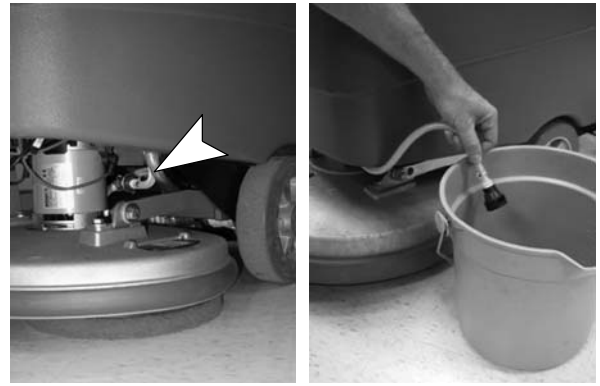

FIG. 75
3. Débranchez le connecteur noir fixé sur la tête de brossage et placez le tuyau dans un seau (Figure 75). Pour accéder au raccord du connecteur, il se peut que vous deviez retirer le capot avant de la machine.